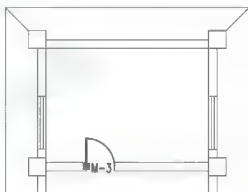

图 3.76 理解块的整体关系
(7) 在命令行无命令的状态下,单击刚才插入的“门”图块,结果如图 3.76 所示,“门”图块整体变虚,并在图块基点处显示蓝色夹点,这说明组成图块的各因素形成了一个整体。